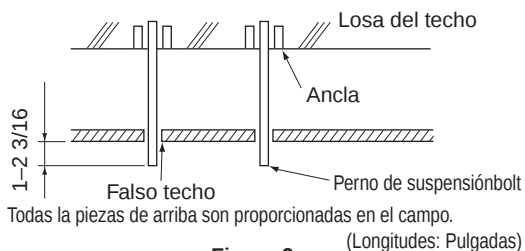

Figura 9
(4) Coloque los pernos de suspensión. (Use pernos de suspensión que tengan un tamaño de W3/8 o M8-M10.)
- Ajuste anticipadamente la distancia desde el techo de los pernos de suspensión. **(Vea la Figura 9)**